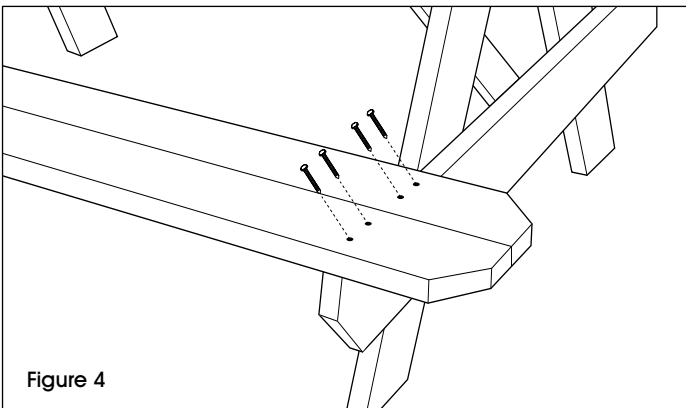

Figure 4
9. Placez le bord extérieur du banc à ras avec les extrémités des renforts de soutien du banc et alignez les extrémités du banc avec le bord du dessus de table. Utilisez une mèche de perceuse de 1/8 po pour éviter de fendre le bois. Fixez le banc aux renforts de soutien à l'aide de huit vis à bois de 2 1/2 po pour chaque banc. Répétez l'opération pour l'autre banc. (Voir Figure 4)